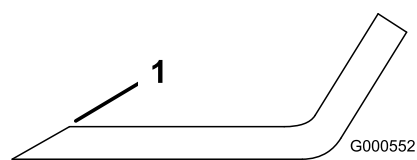
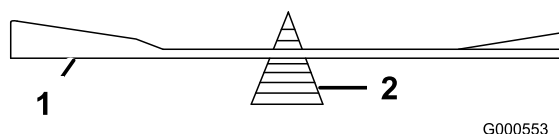

Figure 50
Figure 51
1. Au moyen d'une lime, aiguiser les tranchants aux deux extrémités de la lame (Figure 50) en veillant à conserver l'angle de coupe d'origine. Limez la même
2. Vérifiez l'équilibre de la lame en la plaçant sur un équilibreur (Figure 51). Si la lame reste horizontale, elle est équilibrée et peut être utilisée. Si la lame est déséquilibrée, limez un peu l'extrémité de la partie relevée seulement (Figure 50). Répétez la procédure jusqu'à ce que la lame soit équilibrée.